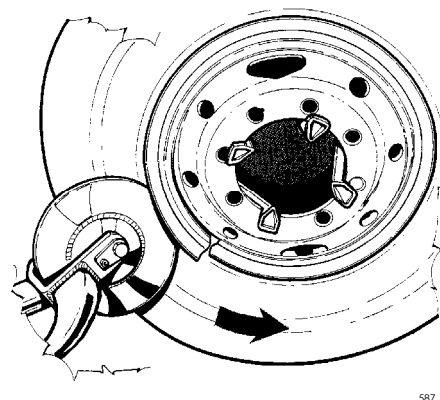

Fig.39
4. Pour enlever la bague élastique de blocage, soulever une extrémité à l'aide du levier souève-talons et y insérer le disque détalonneur comme le montre la Fig.39.